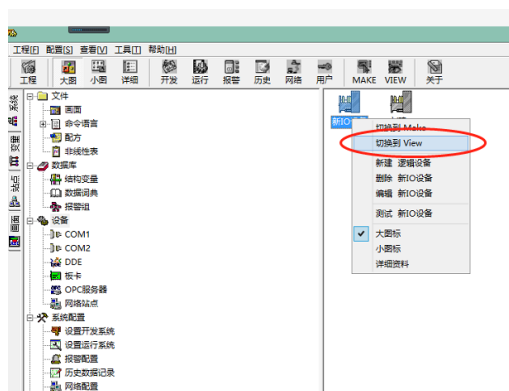

图 9.31 组态王切换到 View 界面
① 图中的转换公式为：StrFromInt(\\本站点\COUNT1,10)
18. 设置好后，保存画面，并切换到 View，如图 9.31 所示。